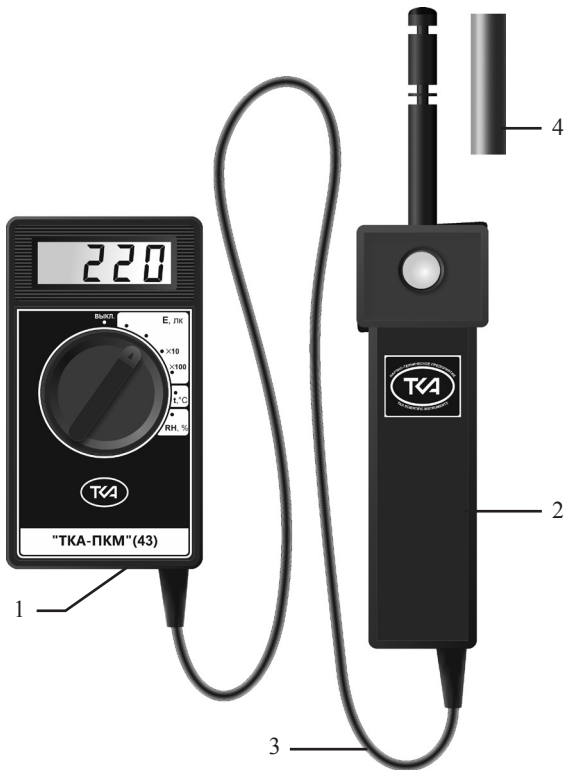

Рис.1. Внешний вид прибора “ТКА-ПКМ”(43)
5.1. Конструктивно прибор выполнен в виде двух функциональных блоков: блока обработки сигналов (1, Рис.1) и измерительной головки с зондом (2, Рис.1), соединённых между собой кабелем связи (3, рис.1.).
7.6. Снимите с зонда защитный колпачок (4, Рис.1). Поместите прибор в зону измерений. Считайте, после установления показаний, с дисплея измеренное значение.